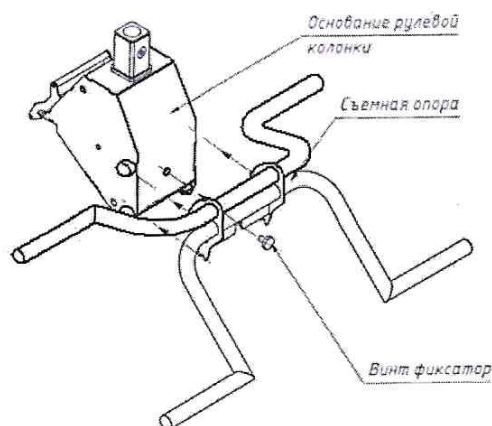

Рис.76. Установка съемной опоры
- Съёмной опоры (Рис.76) под кресло-коляску с закреплением её двумя винтами к основанию рулевой колонки.
- установите съемную опору для кресла-коляски на основание рулевой колонки и закрепите двумя винтами фиксации (Рис.76).